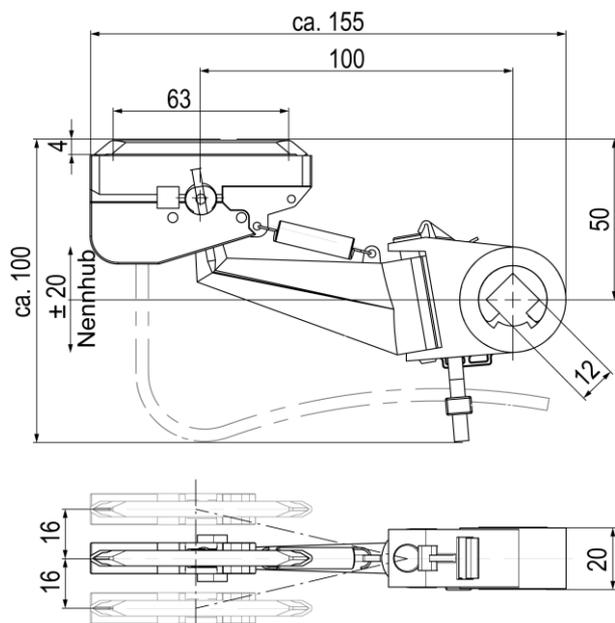
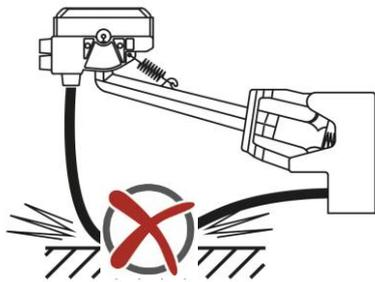
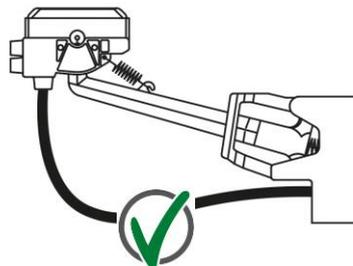

Abb. 93: Kurzarmstromabnehmer mit langem Schleifkontakt (63 mm)
Abb. 95: Anschlussleitung darf nicht aufliegen
Abb. 99 Anschlussleitung korrekt verlegt
- Anschlussleitungen richtkräftfrei und hochflexibel ausführen, um ein Auslenken, Ziehen oder Drücken auf die Schleifkontakte oder Bewegungseinschränkungen des Stromabnehmers zu vermeiden (siehe Abb. 93 bis Abb. 99).
Auf die Auswahl der Anschlussleitung und auf eine richt- und zugkraftfreie Verlegung der Anschlussleitungen achten (siehe Abb. 95 bis Abb. 99).